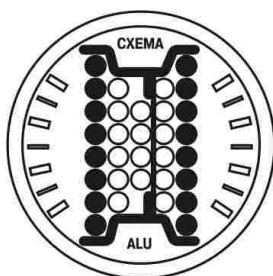

Рисунок 6.22
6.7.4 Ввести схему установки грузов. Для этого нажать клавишу **ALU**. Нажимая клавиши **<** или **>**, по индикатору положения грузов выбрать нужную схему (рисунок 6.22). Нажать клавишу **СТОП/ВВОД**.